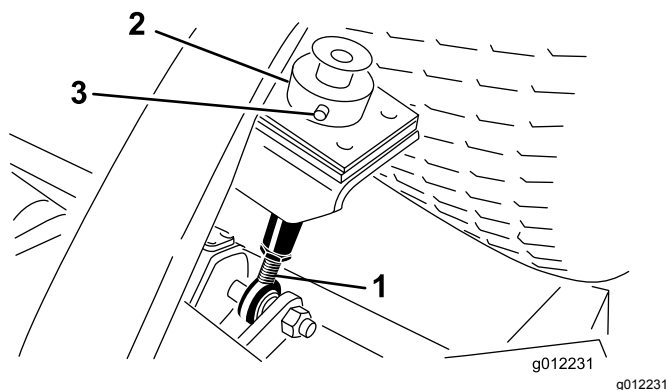
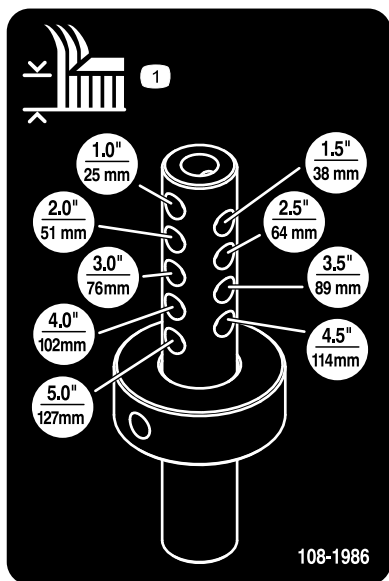

Figura 8
Figura 9
5. Retire el pasador y la chaveta que sujetan el collar de ajuste de la altura de corte a la varilla de ajuste de la altura de corte, en la parte trasera de la unidad de corte (Figura 8).
6. Alinee el collar de ajuste de la altura de corte con los taladros de ajuste de la altura de corte deseados de la varilla de ajuste de la altura de corte (**Figura 8** y **Figura 9**).